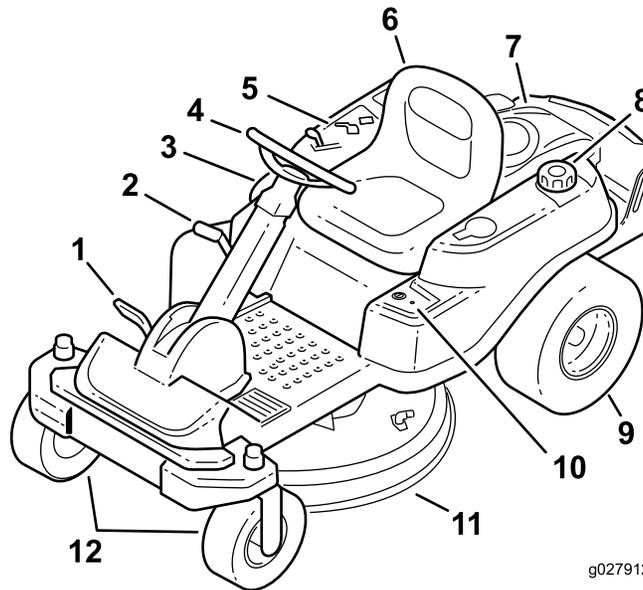
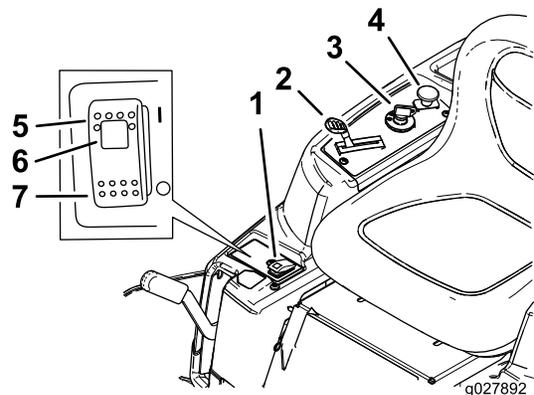

Figura 4
Figura 5
Prima di avviare il motore e di utilizzare la macchina, familiarizzate con tutti i comandi in Figura 4 e Figura 5.
L'interruttore di accensione ha 3 posizioni: SPENTO, MARCIA e AVVIO. La chiave gira in posizione di AVVIO e quando viene rilasciata ritorna in posizione di MARCIA. Girando la chiave in posizione SPENTO si spegne il motore; tuttavia, per impedire l'avviamento accidentale del motore, togliete sempre la chiave quando vi allontanate dalla macchina (Figura 5).
L'acceleratore e lo starter sono riuniti in una leva di comando. L'acceleratore controlla il regime motore e vanta una regolazione continua variabile da bassa ad alta velocità. Per inserire lo starter portate la leva oltre l'impostazione alta velocità, finché non si ferma (Figura 5).
Il comando delle lame, (PDF), inserisce e disinserisce l'alimentazione delle lame del tosaerba (Figura 5).
- Premere l'interruttore SmartPark™ portandolo in posizione attivato (Figura 5).